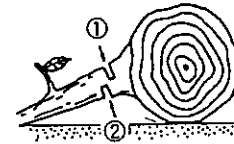

図 25
- (1) まず地面に当たっていない枝から切り落とし、その後地面に当たっている枝を切りとります。
- (2) 地面に接触している太い枝は、まず上側から半分くらい切り込み、次に下側から切り込み枝を落とします。(図25)